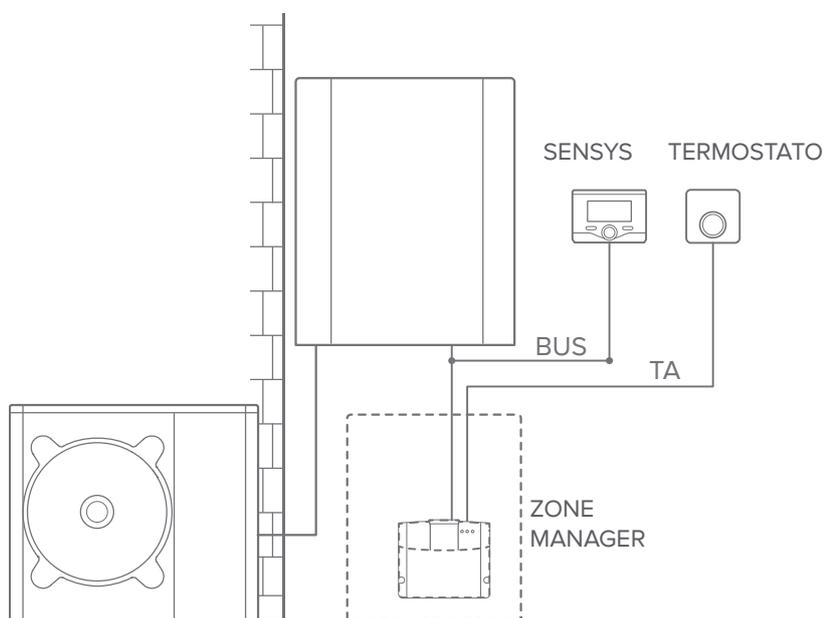

fig.5
- Situazione finale (Fig. 5)
Attivazione di TD e TC in un sistema con 2 zone idrauliche (zone manager integrato o esterno) controllato da dispositivi BUS BridgeNet ed ON/OFF (fig.5)